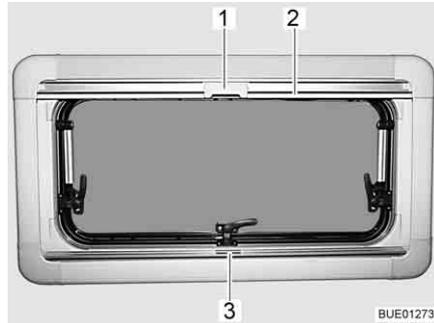

Fig. 72 Finestra apribile
- Afferrare la tendina oscurante pieghevole per la parte centrale della barra di presa (Fig. 72,3), tirarla dal basso verso l'alto e rilasciarla nella posizione desiderata. La tendina oscurante pieghevole rimane in questa posizione.
- Tirare la zanzariera a rullo accompagnandola con la barra di presa (Fig. 72,2) verso il basso, fino a quando la barra di presa non arriva a contatto con la tendina oscurante pieghevole (Fig. 72,3).
- Bloccare l'aggancio (Fig. 72,1) della zanzariera a rullo nella barra di presa della tendina oscurante pieghevole.
- Premere in alto all'indietro l'aggancio (Fig. 72,1) sulla zanzariera a rullo.
- Ricondurre lentamente la zanzariera a rullo accompagnandola con la barra di presa (Fig. 72,2).